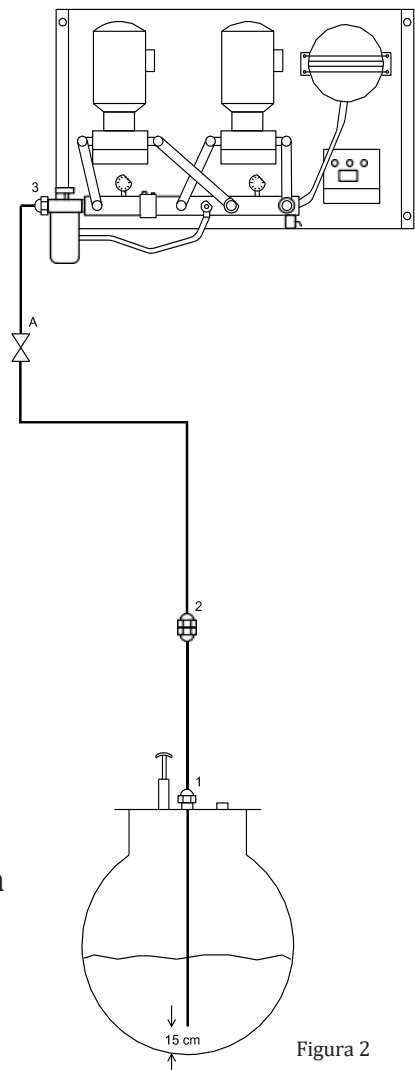

Figura 2
2. Se recomienda colocar los racores 1-2-3 incluidos en los modelos GP-70, 130, 300 y 500 según figura 2 e intercalar una llave de corte en la aspiración "A".
3. La instalación dentro del depósito, se realizará bien mediante aspiración flotante, o bien mediante un tubo dejando un margen de 15 cm del fondo según figura 2.